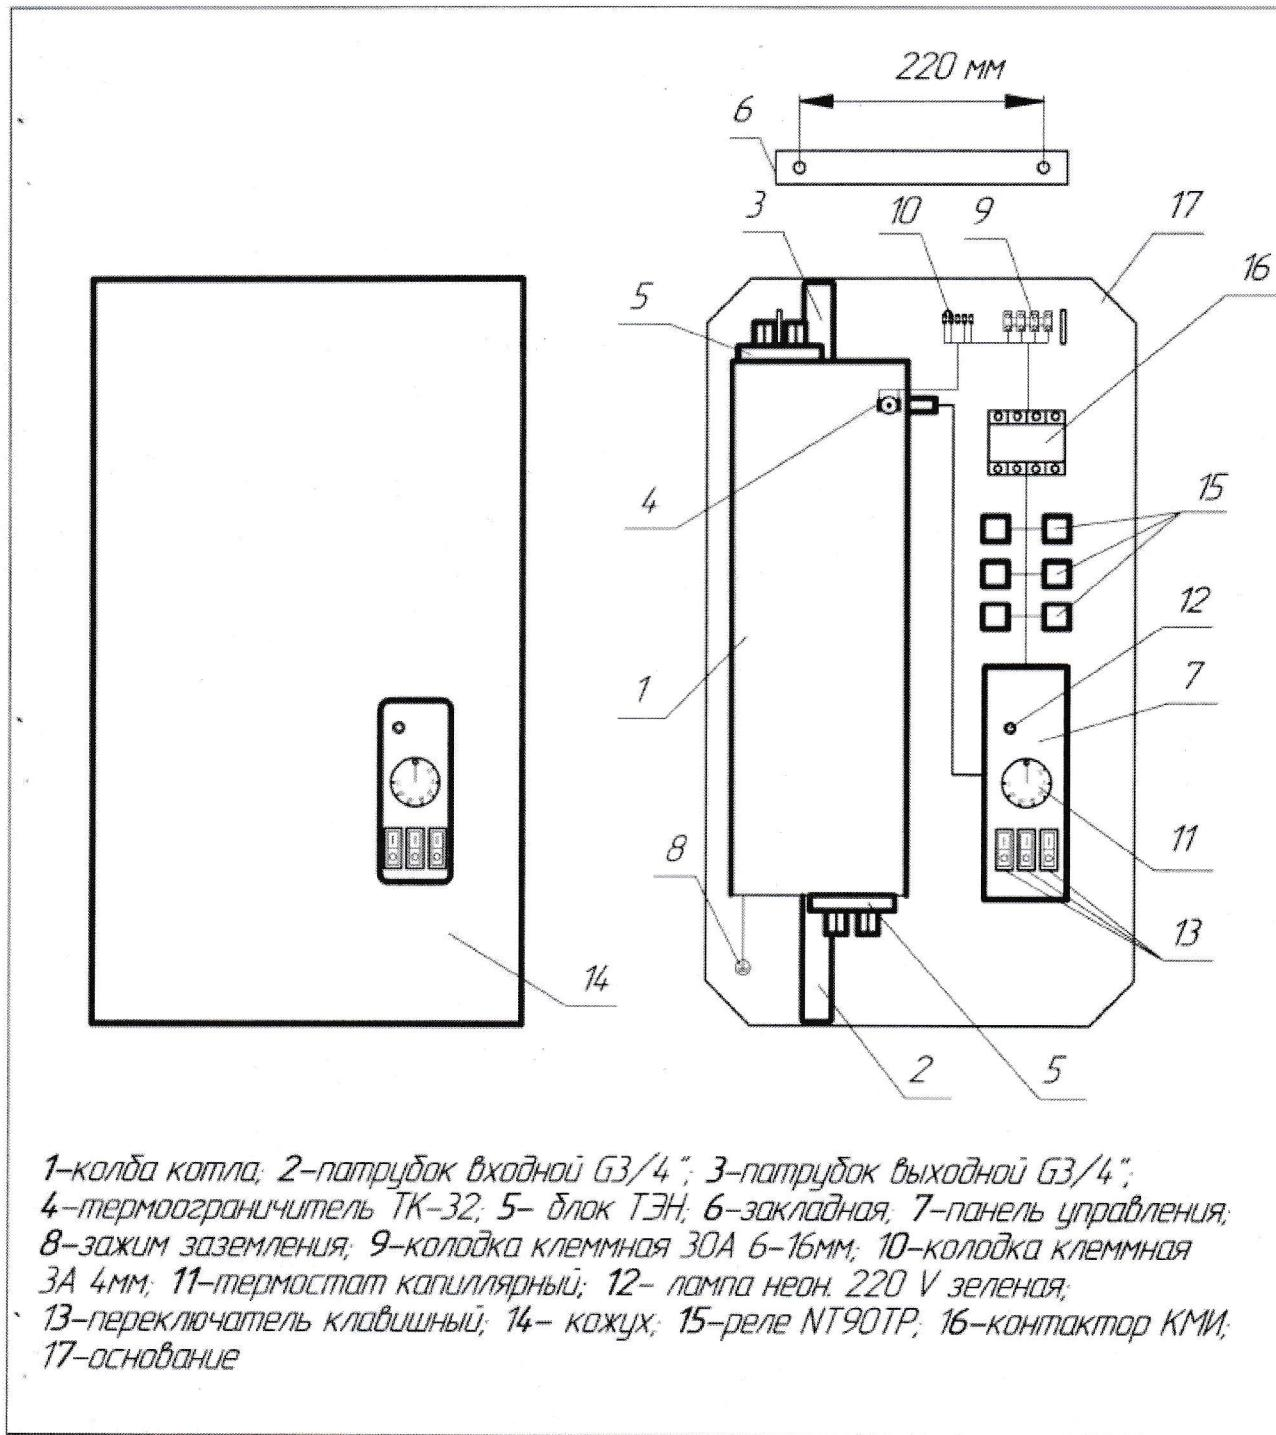
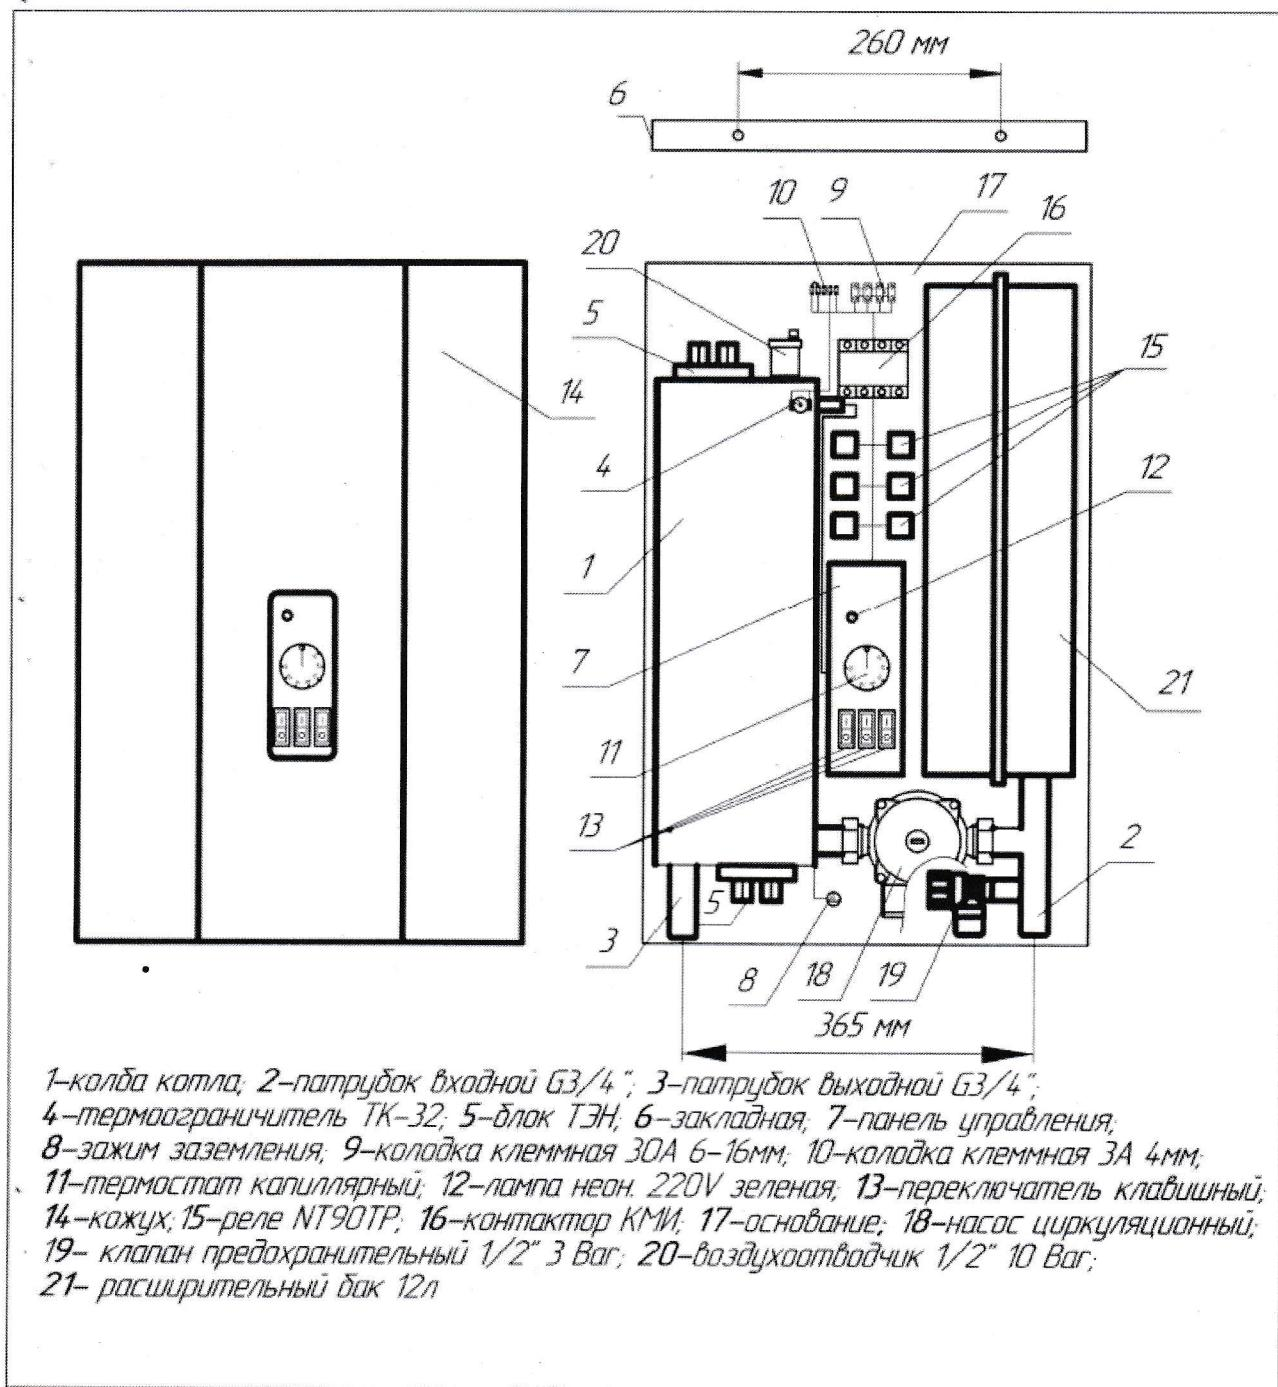

Рисунок 2
Рисунок 3
3.3 Электропитание приборов осуществляется от трехфазной электрической сети переменного тока частотой 50Гц, напряжением 380В с глухозаземлённой нейтралью, кроме этого, приборы мощностью 5,1кВт, 7,5кВт и 9кВт могут подключаться к однофазной электрической сети переменного тока частотой 50Гц, напряжением 220В см. рис. 3 и 4.
6.1.4 Прибор ЭПН- Eco 5,1-15 крепится вертикально на стене, согласно своим установочным размерам, с использованием комплекта крепежа. Приборы ЭПН- Eco *Comfort* и ЭПН-*Eco Advance* крепятся с помощью комплекта крепежа и закладных (кронштейнов) см. рис.1, рис.2, рис.3).